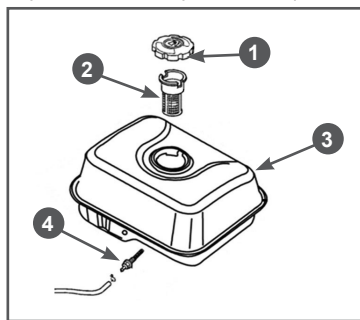
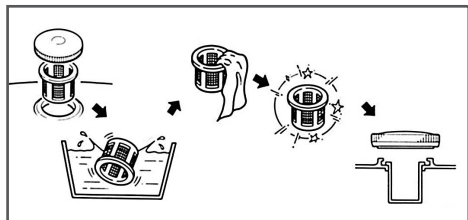

Рис. 14 Топливные фильтры
Рис. 15 Обслуживание фильтра топливного бака
В топливном баке установлены два сетчатых топливных фильтра. Один фильтр устанавливается в заливной горловине топливного бака. Второй фильтр конструктивно объединен со штуцером топливного бака и установлен внутри бака (Рис. 14).
Топливный фильтр 2, установленный в горловине бака, проверяйте при каждой заправке бака топливом (Рис. 14). При необходимости вынимайте сетчатый фильтр из бака и производите его очистку (Рис. 15). Регулярно проверяйте целостность сетчатого фильтра, при обнаружении механических повреждений замените сетчатый фильтр.
Через каждые 300 часов работы необходимо производить очистку топливного бака от грязи и конденсата. Одновременно с очисткой топливного бака необходимо проверять и очищать фильтр 4, установленный внутри бака (Рис. 14). Поврежденный или сильно загрязненный фильтр необходимо заменить.
3. Выкрутите из топливного бака выходной штуцер 4 и произведите его очистку (Рис. 14). Внимательно осмотрите сетчатый фильтр. При обнаружении механических повреждений замените штуцер топливного бака.